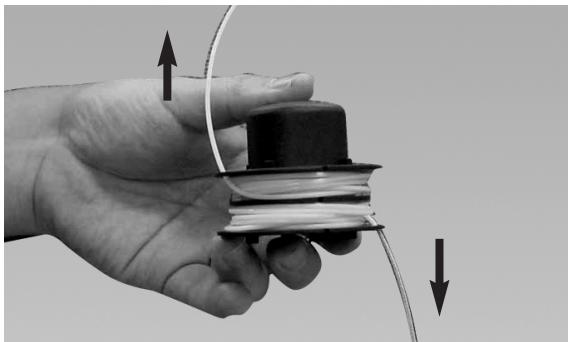
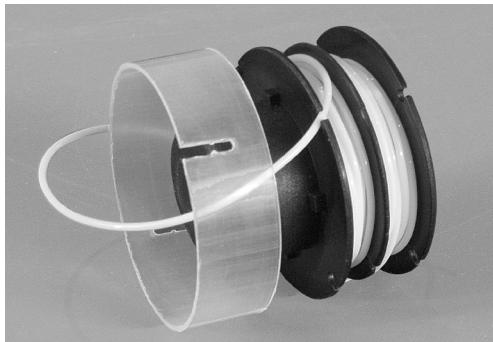
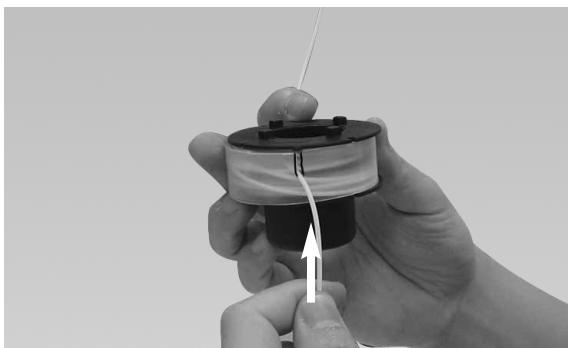
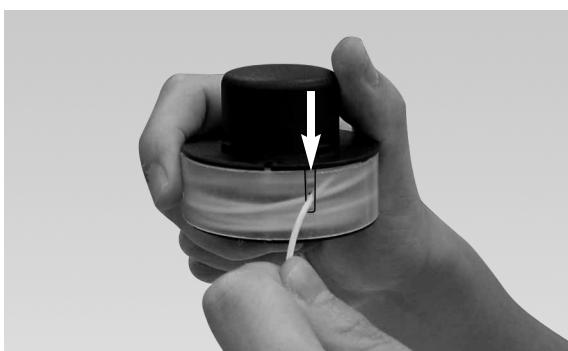

Fig. 23
Fig. 24
Fig. 25
Fig. 26
6. Installez le bout du fil dans l'orifice opposé (Fig. 23). Replacez le support transparent (Fig. 24). Tirez le fil de dessous et le fixez dans l'orifice en dessous du support transparent (Fig. 25). Tirez le fil de dessus et le fixez dans l'orifice en dessus du support transparent (Fig. 26).